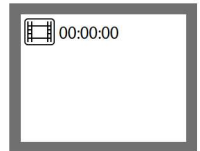

図 34
3. 撮影した画像と動画の確認 (図 34)
①プレビューモードの状態で▲プレビューボタンもしくは▼ネクストボタンを押すと最新の画像、もしくは動画が画面に表示されます。(ブラウザモード)
②続けて▲プレビューボタン、もしくは▼ネクストボタンを押すと次の画像、もしくは動画に変わります。記録されたデータは記録日時の順番で保存されています。